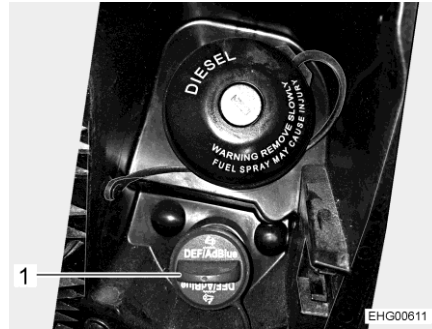

Bild 8 Påfyllningsöppning för AdBlue®
- Vrid det blå locket (Bild 8,1) moturs och ta bort det.